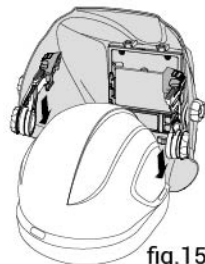

fig.15
- Skyv adapterstiftene inn i sporene på hver side av hjelmen (se fig.15).